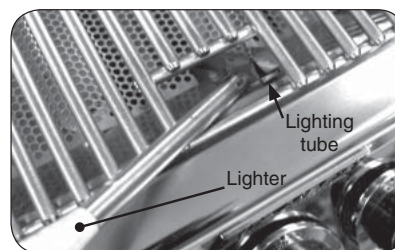

Fig. 16-2 - Éclairage manuel
2. Passez un allumeur brûlant de butane de long-baril ou une allumette brûlante de long-tige dans les grilles à cuire au dessus du tube d'éclairage. (Fig. 16-2). Pour des backburners, tenez la flamme contre le matériel perforé du backburner. Pour des sideburners, tenez la flamme contre le brûleur.